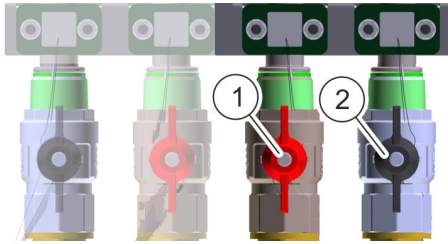

Abb. 64: Anschlüsse Heizungsmodul
2. ➔ Anschlüsse Heizungsmodul (Abb. 64/1, 2) öffnen.